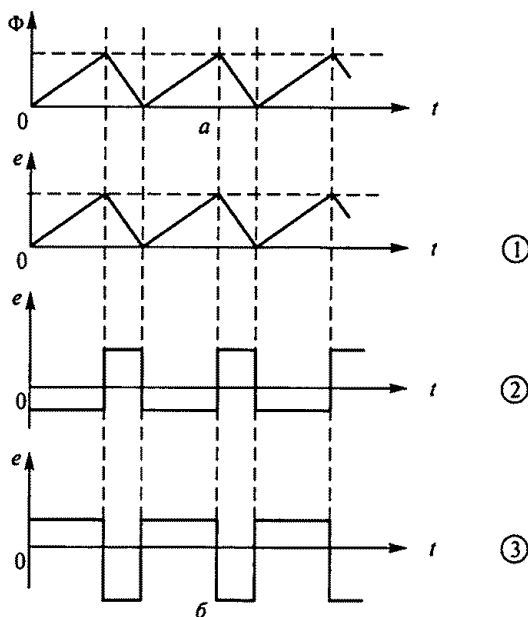

Рис. 50
2.24. Магнитный поток изменяется, как показано на рис. 50, *а*. Указать по рис. 50, *б*, как будет изменяться ЭДС в контуре, который пронизывается этим магнитным потоком.